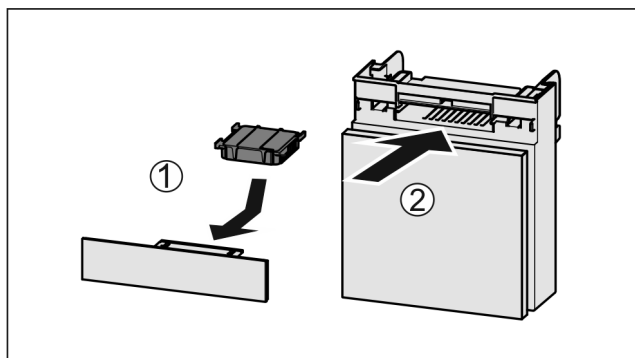

Fig. 133
- ▶ Inserire il vano Fig. 133 (2).